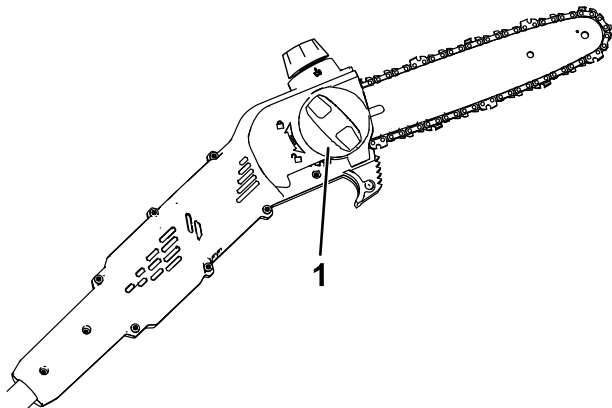
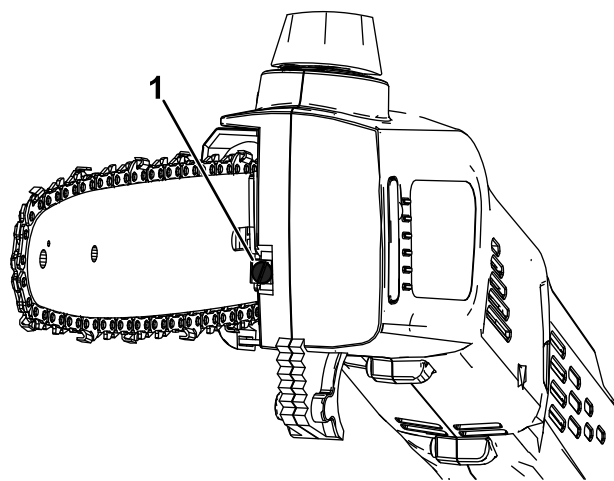

Figura 17
Figura 18
4. Răsucii butonul rotativ al carcasei tije în sens invers acelor de ceasornic pentru a slăbi carcasa tije, dar nu o îndepărtați (Figura 17).
5. Reglați tensiunea lanului cu ajutorul urubului pentru tensionarea lanului (Figura 18), apoi fixați carcasa laterală de fierăstrăul cu bra fix prin răsucirea butonului rotativ al carcasei tije în sensul acelor de ceasornic înainte de a verifica tensiunea (Figura 17).
3. Slăbiți lanul răsucind urubul pentru tensionarea lanului în sens invers acelor de ceasornic (Figura 18).